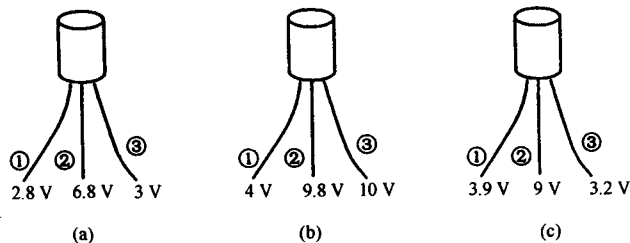

图 1.11
(6) 在放大电路中测得各三极管电位如图 1.11 所示，试判断各管的管脚、类型及材料，并将结果在表 1.3 中用“√”标出。